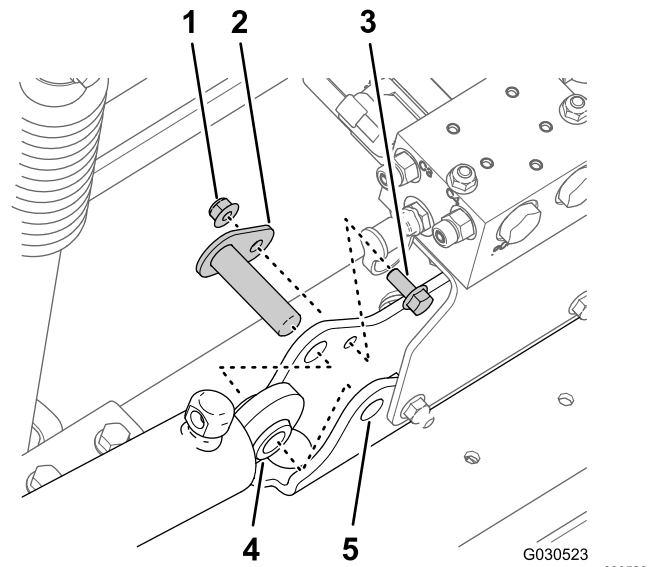

図 41
- ピボットピンをシリンダマウントに固定しているフランジロックナット5/16"とフランジヘッドボルト5/16 x 3/4"を取り外す 図 41。
- 機体から、ピボットピンと昇降シリンダを外す 図 41。